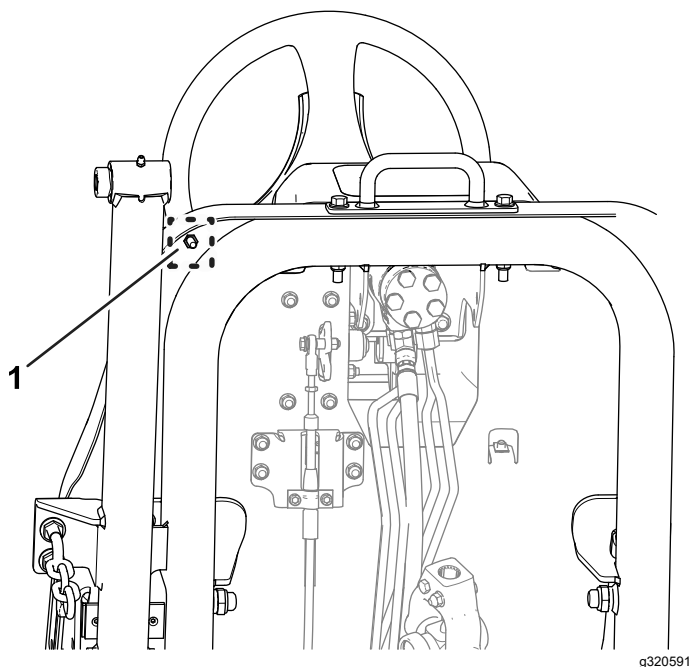

Рисунок 78
- B. Ослабьте контргайку в нижней части подножной пластины (Рисунок 78).
- F. Удерживая упор педали хода, затяните контргайку в нижней части подножной пластины (Рисунок 77 и Рисунок 78) с моментом от 37 до 45 Н·м.